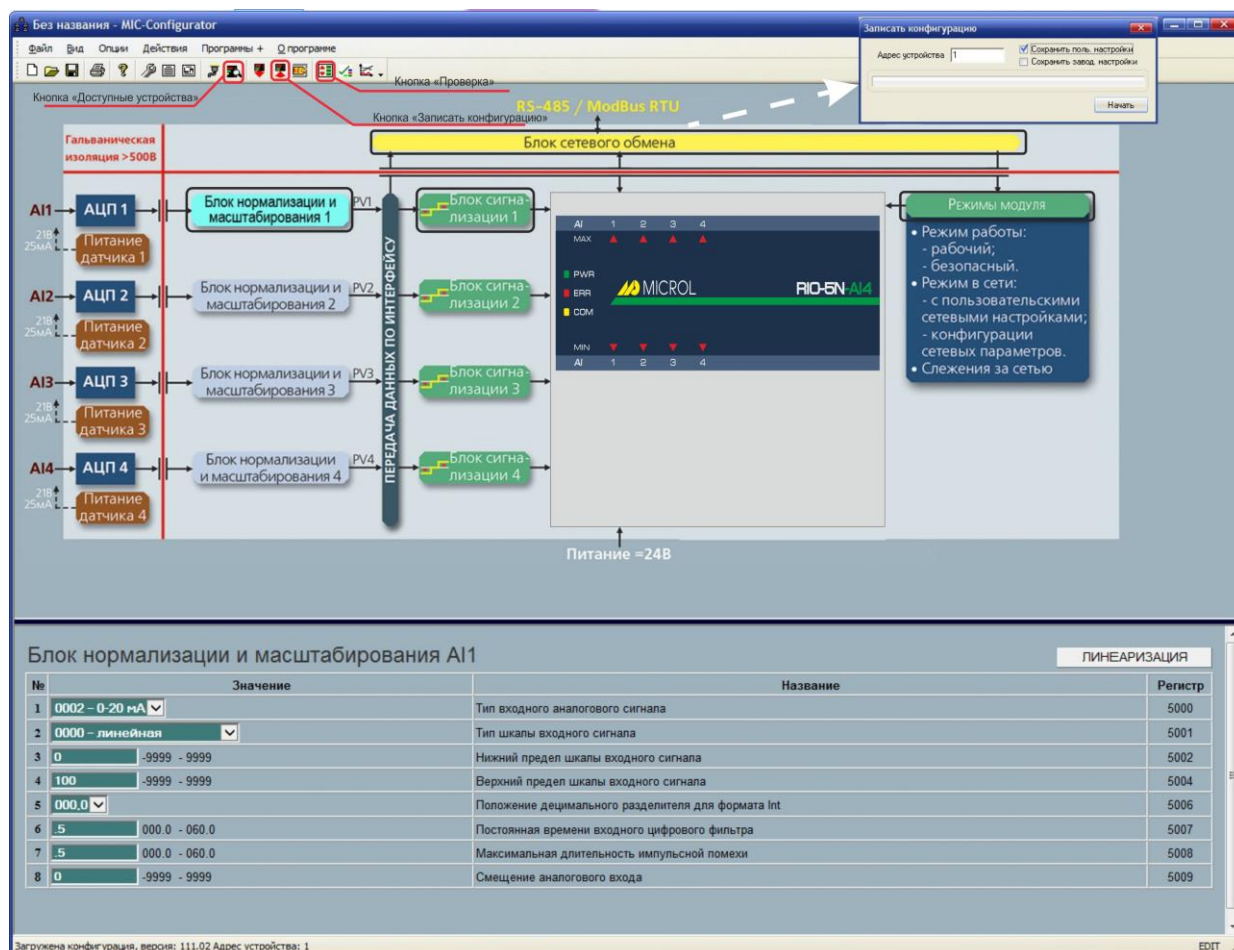

Рисунок 4.7 – Редактирование конфигурации
4.3.6.2 В окне редактирования параметров нажать кнопку "Блок сетевого обмена" (см. рис. 4.7).
Для проверки модуля на панели инструментов нажмите кнопку вызова окна проверки (см. рис. 4.7).